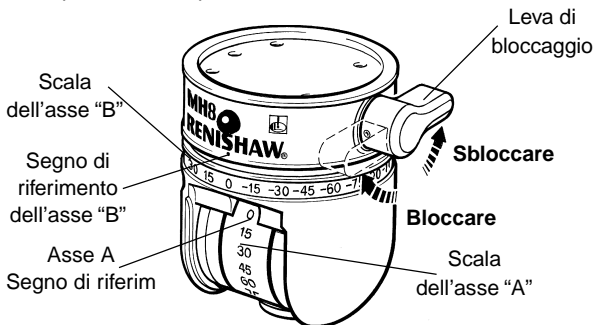

Figura 4 – Funzionamento della leva di bloccaggio
- Per cambiare l'orientamento della sonda, procedere come segue (vedere la Figura 4).